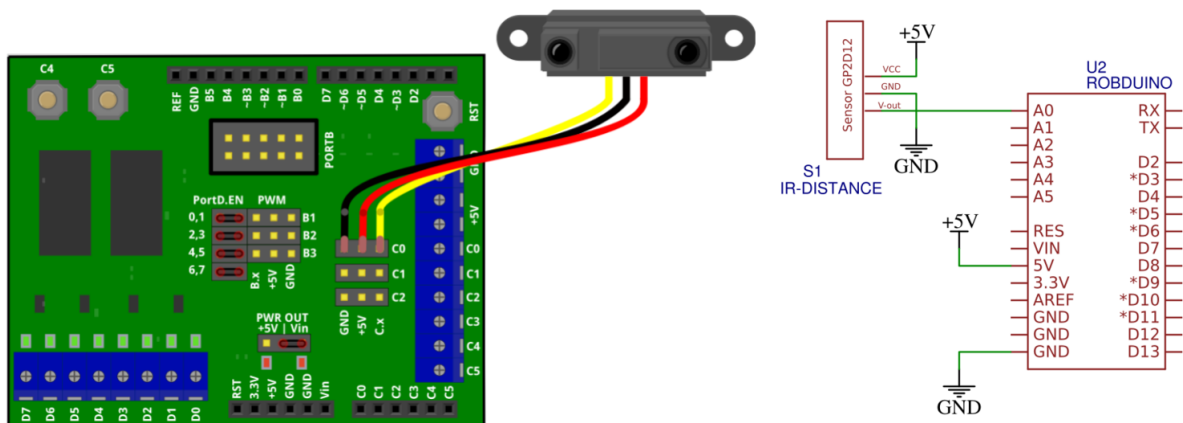

Figure 7: Priključitev IR senzorja razdalje.
- IR senzor razdalje priključite na tri-pinski priključek kot je prikazano na fig. 7.